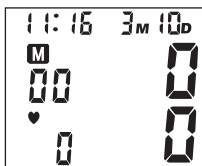

Fig. 3
3. La unidad visualizará brevemente el último valor de lectura de ese banco de memoria. Si no hay una medición anterior, en el visor se indicará '0' para todos los valores de lectura, Fig. 3.